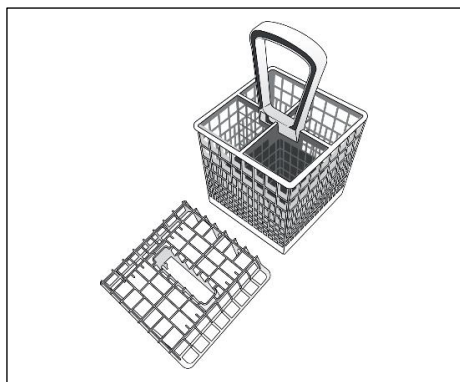

Fig. 5
• AQUAPROTECT - TUB DE ALIMENTARE CU PROTECȚIE (fig. 5):
- Așezați tacâmurile în cosul din plastic pentru tacâmuri, cu mânerul orientat în sus și poziționați cosul de tacâmuri în cosul inferior (fig. 5), având grijă ca tacâmurile să nu blocheze rotirea brațelor de pulverizare.
Partea superioară a cosului pentru tacamuri poate fi îndepărtată pentru realizarea diferitelor opțiuni de încărcare (fig.5).